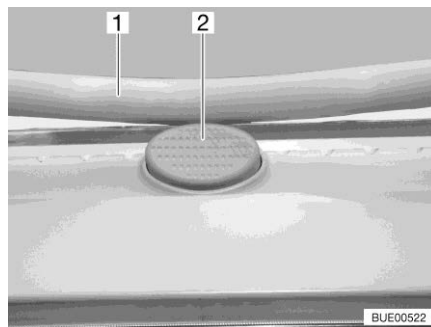

Fig. 108 Bottone di sicurezza (oblò Heki)
- Premere il bottone di sicurezza (Fig. 108,2) e tirare verso il basso la staffa (Fig. 108,1) con entrambe le mani.
- Premere la staffa verso l'alto con ambedue le mani, finché la staffa non poggia al di sopra del bottone di sicurezza (Fig. 108,2).